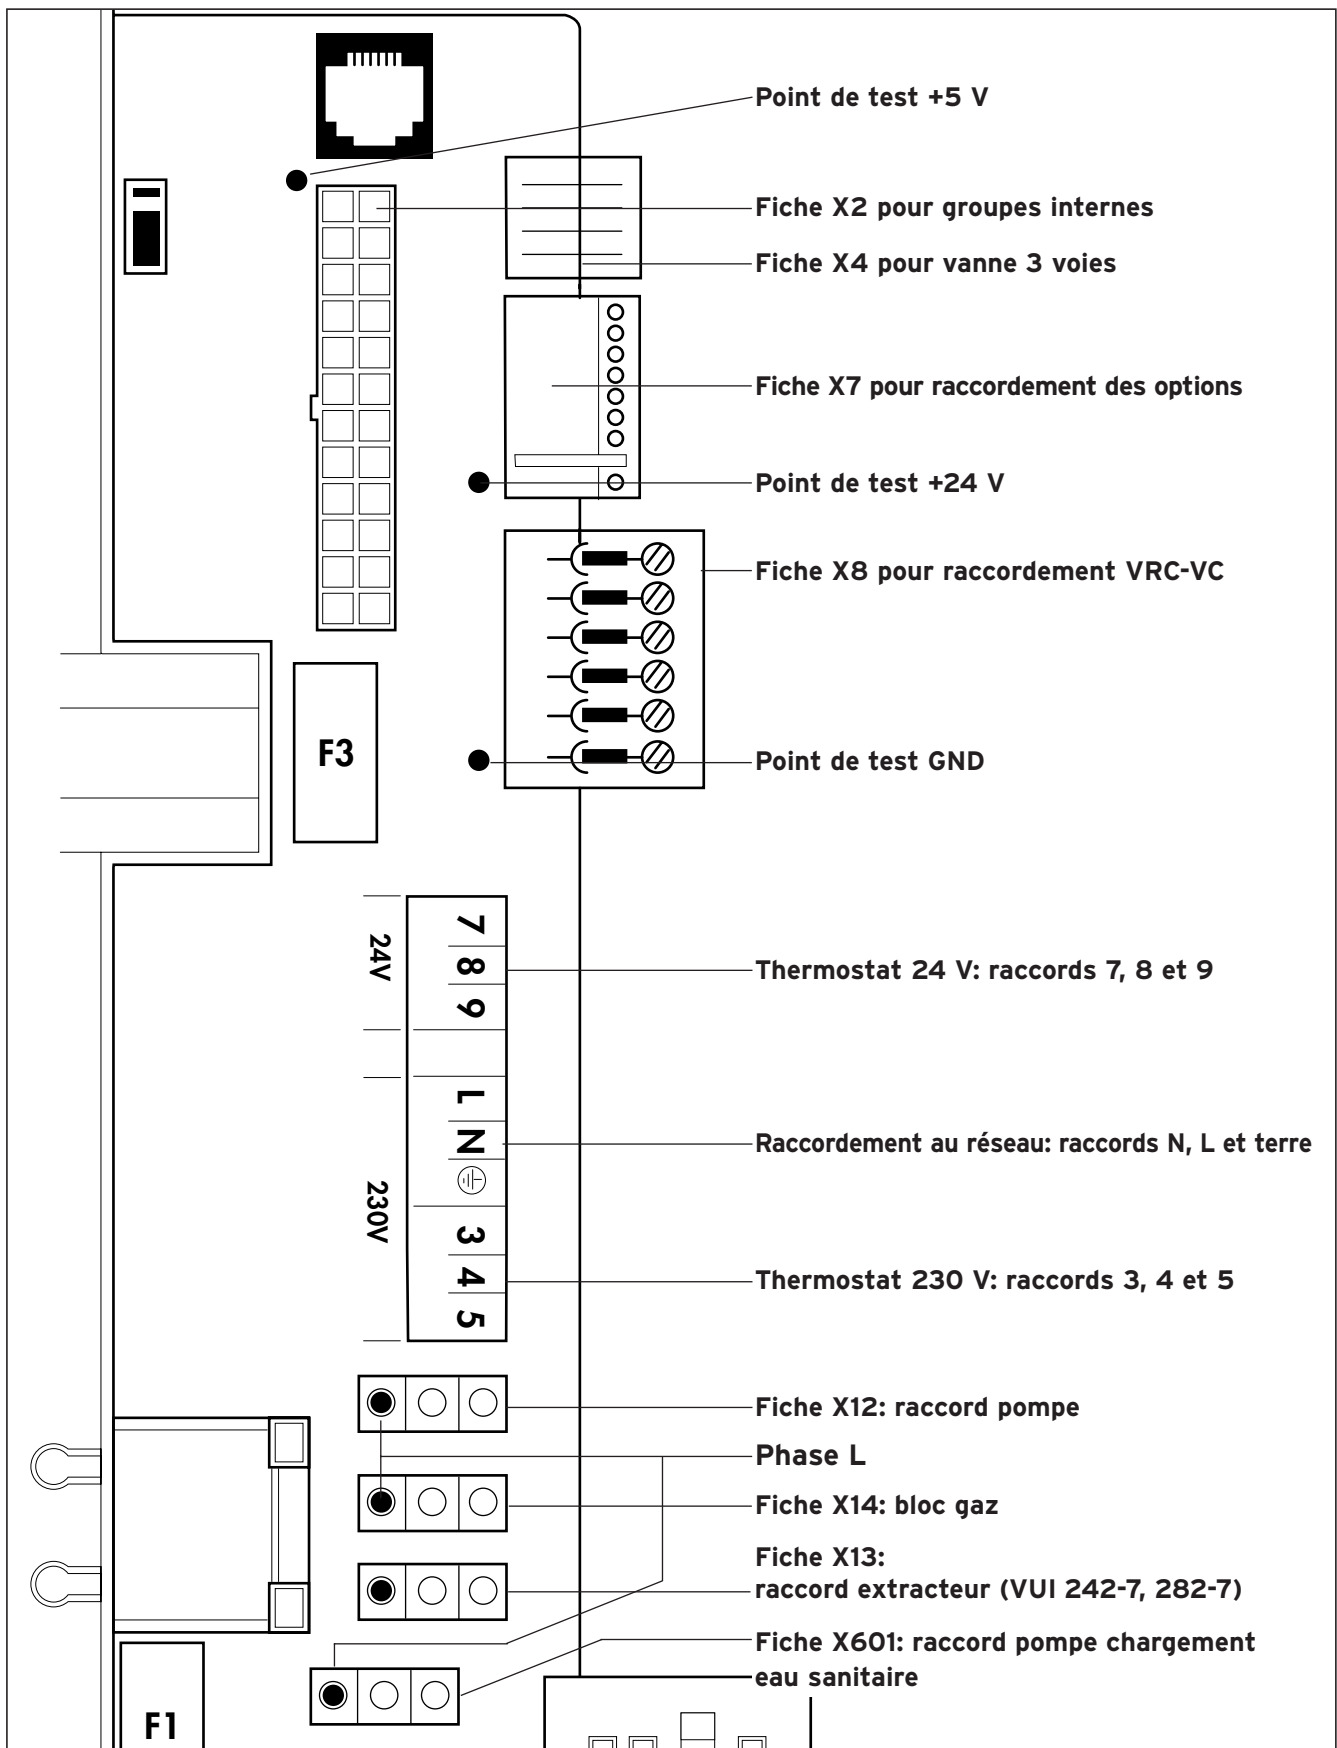

Fig. 3.15: Câblage des raccords
- Reliez les câbles de raccordement au réseau N, L et la terre avec les raccords correspondants sur la platine (voir fig. 3.15).
- Si nécessaire, connecter les accessoires illustrés fig. 3.15 de la même manière.